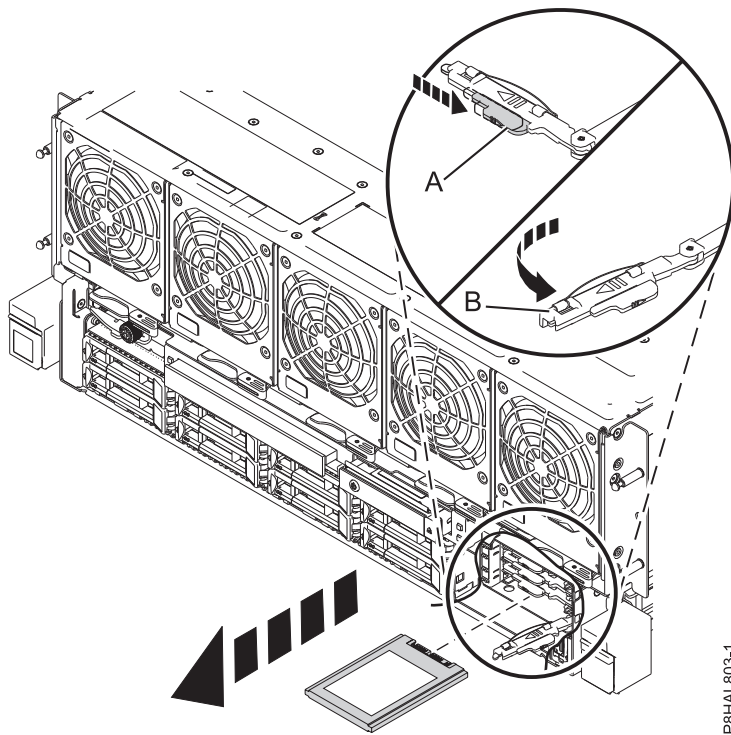

Figura 23. Extracció d'una SSD d'un sistema 8408-44E o 8408-E8E
10. Quan el LED d'identificació estigui fix, desbloquegeu la nansa del compartiment d'unitats **(B)** fent pressió al pestell de la nansa **(A)** en la direcció que es mostra i estirant la nansa del compartiment d'unitats **(B)** cap a vosaltres, tal com es mostra Figura 23. Si la nansa encara no ha sortit del tot, la unitat d'estat sòlid no podrà lliscar fora del sistema.